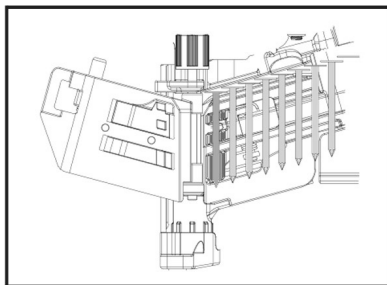

fig. 4
12. Tirez les clous vers la droite (fig. 4).